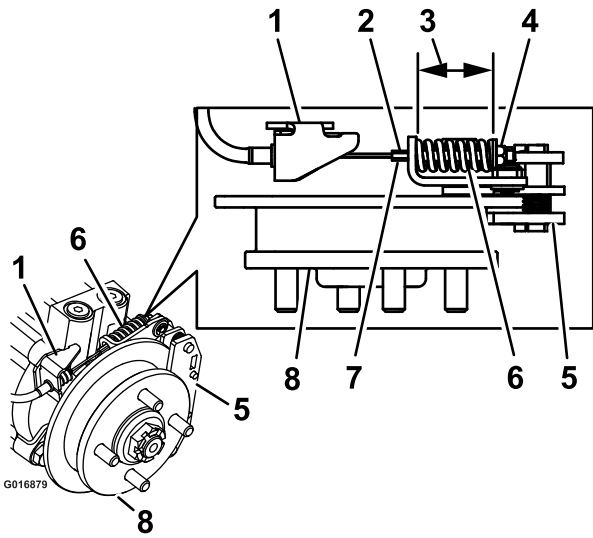

Figura 75
9. Sujete el extremo de la varilla roscada con una herramienta y ajuste la contratuerca hasta que el muelle mida de 3.8 a 4.0 cm (1-1/2 a 1-9/16 pulgadas), según se muestra en Figura 75.